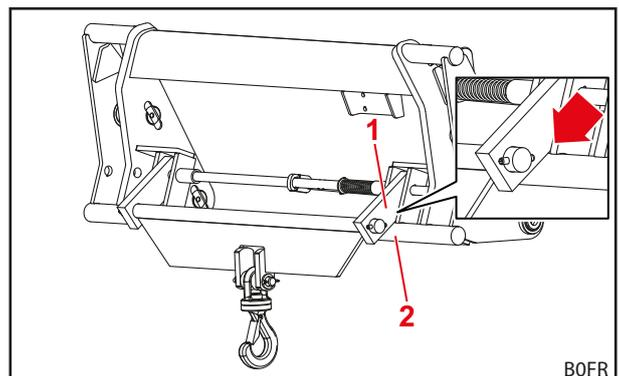

Fig. 91 Posición del implemento para transporte de carga
- (1) Si no existe ningún seguro contra descenso: bajar el cargador frontal hasta el suelo.
- (2) Suspender la carga en el gancho.
- (3) Levantar el cargador frontal hasta que la carga cuelgue libremente.
- (4) Posicionar el implemento de tal forma que las lengüetas se apoyen en los travesaños inferiores del marco de cambio (véase Fig. 91).
- (5) Desplazarse con máxima precaución al punto de descarga.